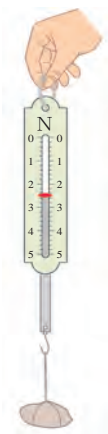

图 6-18
3. 如图 6-18 所示,弹簧测力计的测量范围(量程)是 _____ N,分度值是 _____ N,指针所指的示数是 _____ N。